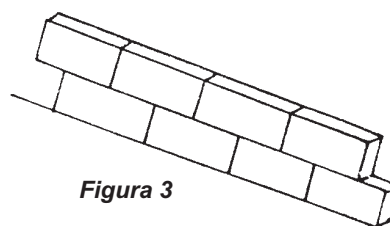

Figura 3
**Capuchino.** Los ladrillos se pegan por su parte más angosta; esta forma es la que permite mayor ahorro de material y se utiliza en construcciones pequeñas (figura 3).